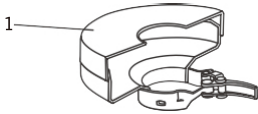

Fig. 2A
⚠️ AVERTISSEMENT : Le protecteur de disque de coupe en métal (Fig. 2A) DOIT être installé chaque fois qu'un disque de coupe en métal est installé sur l'outil.
Le protecteur de disque de coupe en métal inclus avec cet outil est le même que le protecteur de disque de meulage, à une exception près. Il est muni d'une « toile » supplémentaire (1) sur le dessous du protecteur pour protéger l'utilisateur contre les étincelles produites lors de la coupe de métal (Fig. 2A).